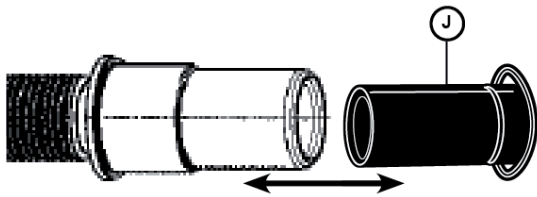

Figure 15
2. Utiliser la bride à ressort de l'adaptateur (J) de tuyau de vidange en caoutchouc qui se trouve dans le nécessaire d'installation du lave-vaisselle (ne pas utiliser des pièces de substitution).
3. Introduire le tuyau de vidange du lave-vaisselle dans l'extrémité du tuyau d'évacuation (voir la **Figure 15**). Veiller à bien enfoncer le tuyau de vidange.